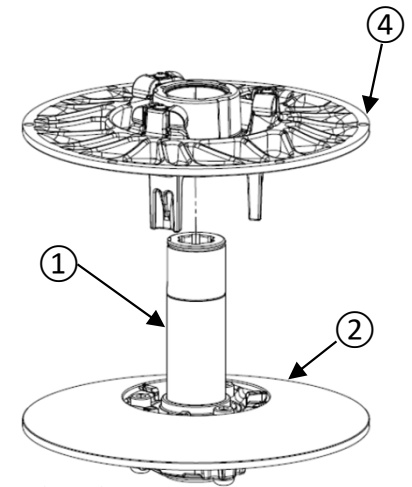

Figure 31
- Placer le flasque coulissant ④ sur le flasque fixe ② et l'arbre assemblé ① (figure 31).